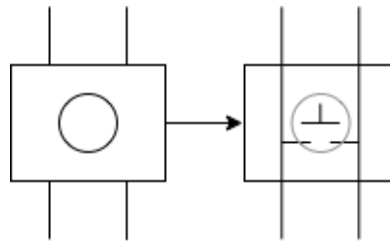

図1：タクトスイッチ内部回路
- ① タクトスイッチと LED、抵抗を接続する。その際タクトスイッチには4つの足があるため4パターンの接続方法を試す。
- ② 入力と出力を一直線上の足に接続する。するとボタンを押しても押さなくても LED は点灯する。
- ③ 入力と出力を対角線上の足に接続する。するとボタンを押すと LED が点灯し、ボタンを離すと LED は消灯する。
- ④ 入力と出力を入れ替えても同じような状態となる。このようなことから、タクトスイッチの内部は図1のようになっていると考えられる。